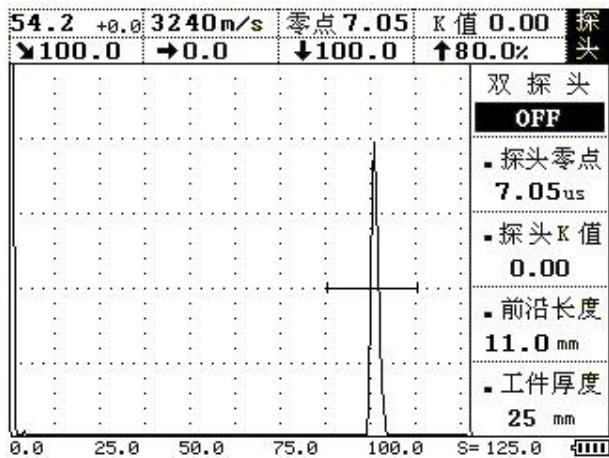

图 4-6
4、校准探头零点：将探头放在试块上并移动，使得R100mm的圆弧面的反射回波到最高。在屏幕的左上角显示声程值，如这一数值不等于100mm，按 **探头** 键进入探头菜单，再按 **▲** (上) 或 **▼** (下) 键调整到探头零点子菜单，再用 **◀** (左) 或 **▶** (右) 键调整，使数值等于100mm。或者直接按 **波峰记忆** 键，自动校准探头零点。如图4-6所示此时探头零点校准完毕。